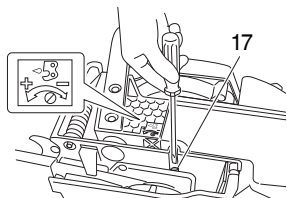

Fig. 10
Tourner la vis ajustant (17) counterclockwise pour augmenter la quantité et le tourne dans le sens des aiguilles d'une montre diminuer la quantité. (Fig. 10)